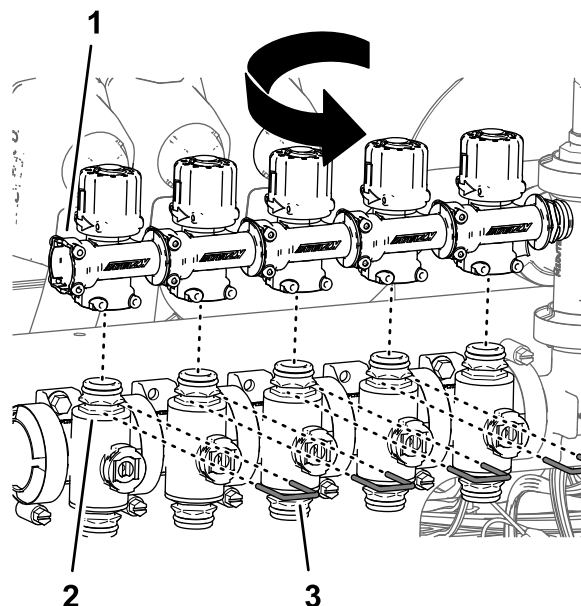

图102
6. 将旁通阀旋转 180° 然后将其组装到喷洒段阀的快速断开接头上图102。
7. 使用在步骤 4 中卸下的卡环图102将旁通阀固定到喷洒段阀上。
9. 用随盖子提供的卡环将盖子组装到喷嘴阀 5 和 6 上的旁通阀快速断开接头图102。